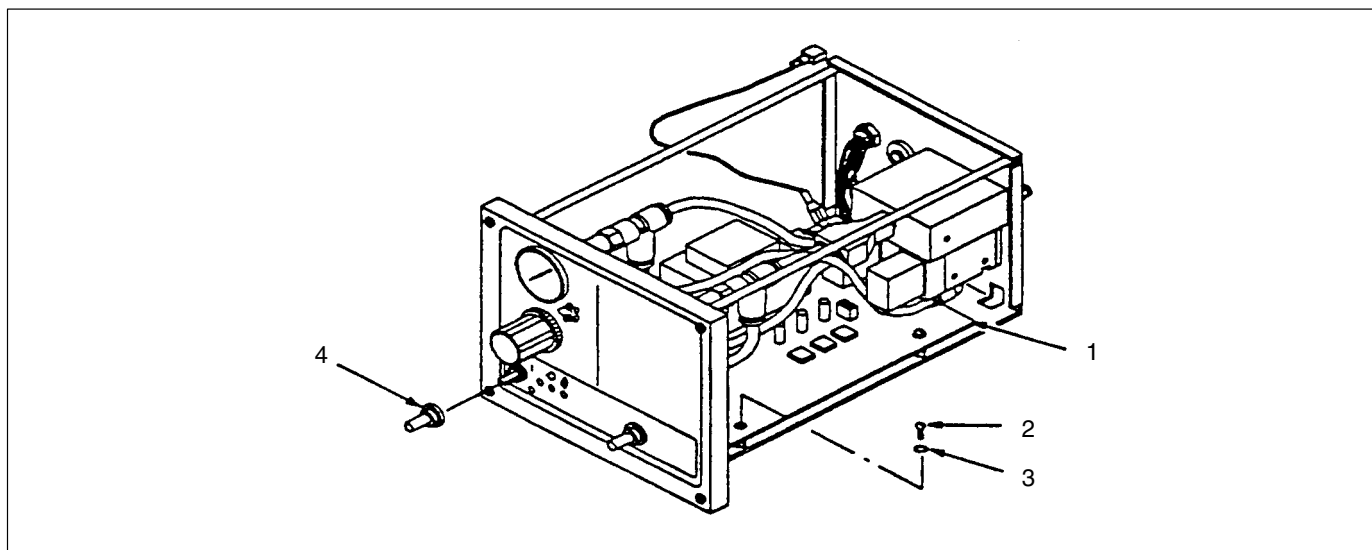

Fig. 6-5 Utskifting av kretskortet
2. Løsne pluggene fra alle kontakter på kretskortet (1).
3. Se fig. 6-5. Fjern støvbeskyttelseshettene (4) fra vippebryterne. Oppbevar hettene for senere gjenbruk.